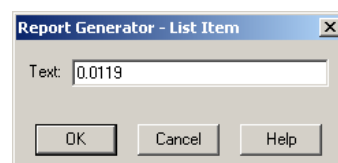

Рис. 22. Задание порогового значения рассеиваемой мощности.
5. В появившемся на экране окне Report Generator – List Item (рис. 22) в поле Text введем значение 0.0119 и нажмем кнопку OK.